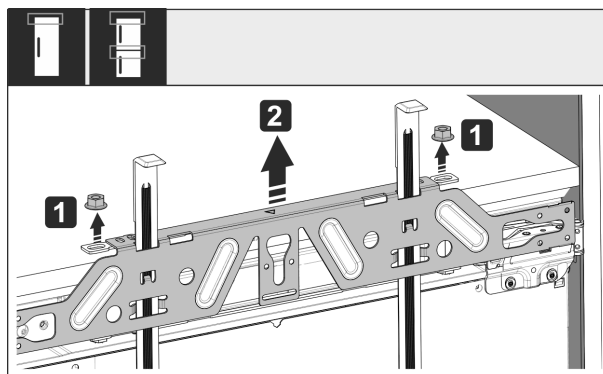

Fig. 58
- Svitare i controdadi Fig. 58 (1).
- Togliere la traversa di fissaggio Fig. 58 (2).